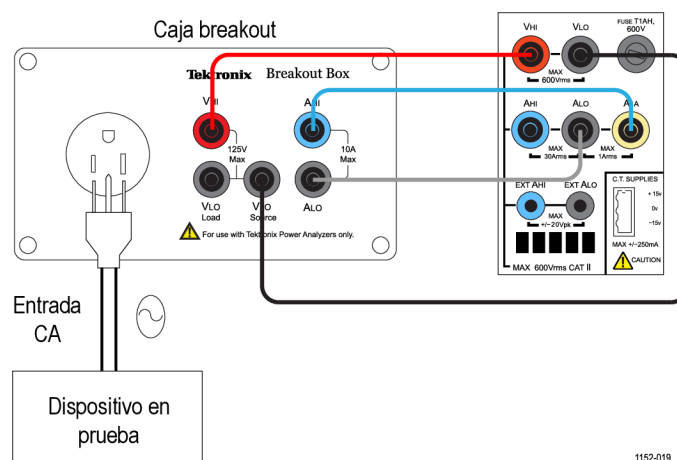

Figura 54: Diagrama de cableado para medidas de consumo energético en espera
- Conecte el DUT con una caja breakout de Tektronix (BB1000), tal como muestra el diagrama de cableado. (Consulte la figura 54.)